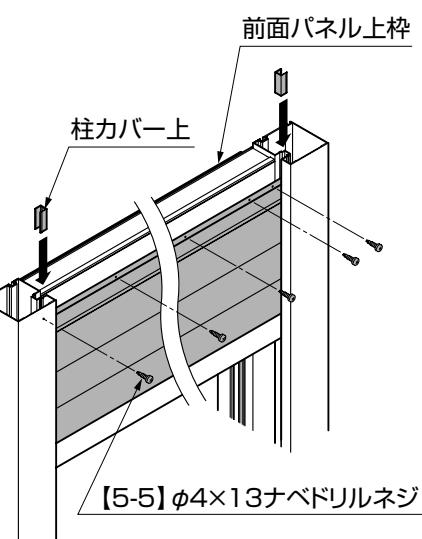

図5-3
- ②前面パネルを【5-5】で前面パネル上枠に固定してください。(図5-3参照)
- ③柱カバー上を柱の溝に入れてください。(図5-3参照)
- ④前面パネル下枠の家側から【5-5】で前面パネルを固定してください。(図5-3参照)